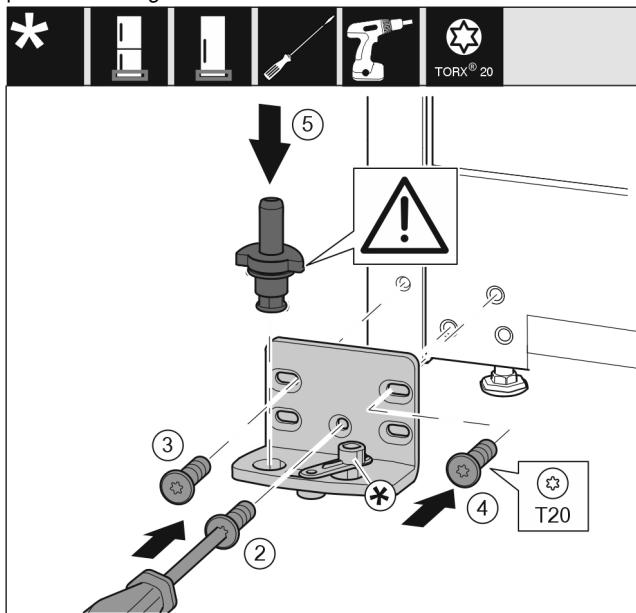

Fig. 14
- ▶ Postavite podložak ležaja na drugoj strani i zavijte pomoću odvijača T20. Započnite s vijkom 2 dolje u sredini. Fig. 14 (2)
- ▶ Pritegnite vijak 3 i 4. Fig. 14 (3,4)
- ▶ Kompletno umetnute podložak ležaja. Pri tome pazite da je ispuštenje za blokiranje okrenuto prema otraga. Fig. 14 (5)